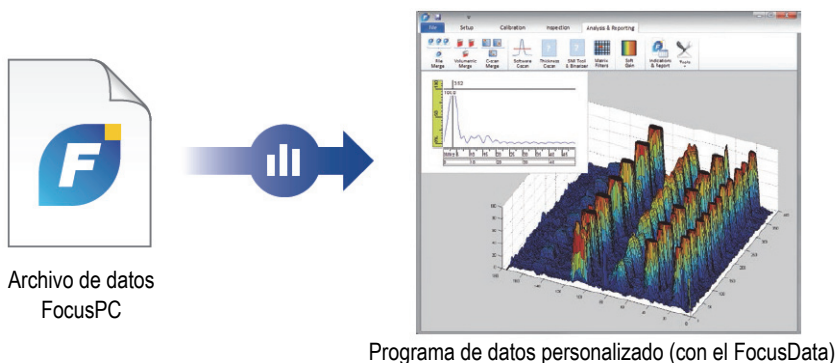

Figura i-5 Ejemplo de una presentación de datos personalizados con el FocusData
- El FocusData es otro kit de desarrollo de *software*, que incluye ejemplos de programas y códigos de fuente completos. El FocusData permite crear programas personalizados que pueden ser utilizados para extraer datos de inspección sin procesar a fin de atribuirlos a un tratamiento y una presentación de datos personalizados (ver Figura i-5 en la página 18). Para obtener más detalles, consulte la sección «Kit de desarrollo de software FocusData» en la página 20.